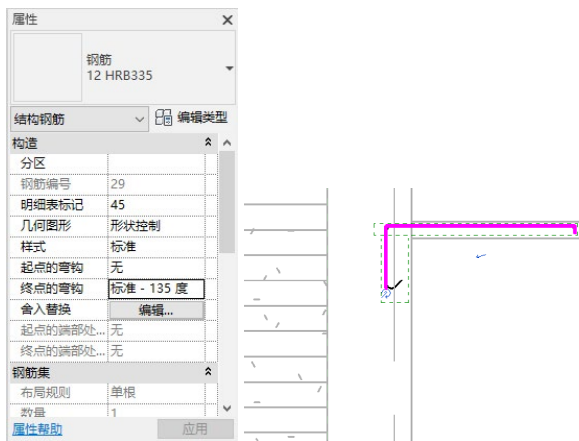

图 15-119 设置终点弯钩
(7) 在“属性”选项板中选择“钢筋 12 HRB335”，设置“终点的弯钩”为“标准—135 度”，如图 15-119 所示。